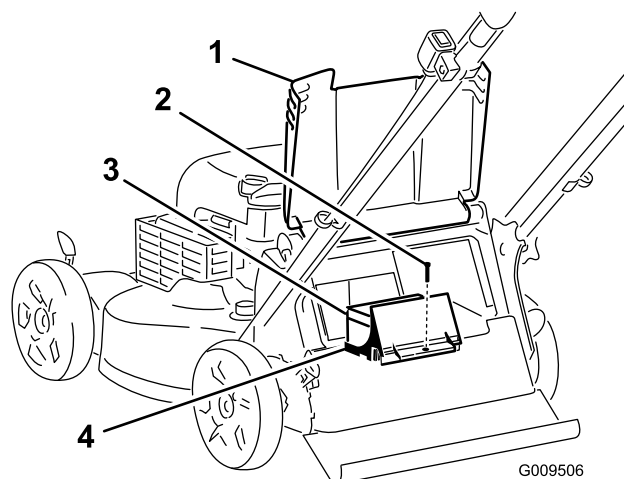

Рисунок 34
1. Поднимите задний отражатель и найдите аккумуляторный отсек (Рисунок 34).